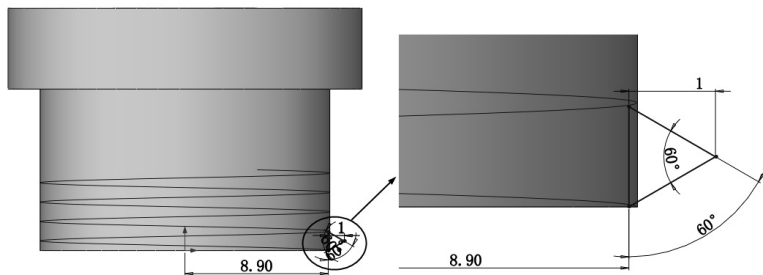

图 12-29 绘制扫描截面
**03** 绘制扫描截面。在左侧的“FeatureManager 设计树”中用鼠标选择“右视基准面”作为绘制图形的基准面。单击“草图”控制面板中的“直线”按钮, 绘制草图轮廓，标注并修改尺寸，如图 12-29 所示。